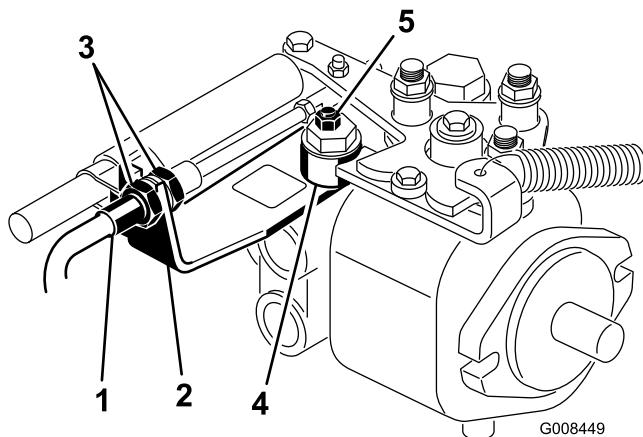

Figura 49
- A. Afloje las dos contratuerças que fijan el cable de control de tracción a la mampara del hidrostato (Figura 49). Asegúrese de aflojar ambas contratuerças uniformemente, y lo suficiente como para permitir el ajuste.
- B. Afloje la tuerca que sujetla el excéntrico a la parte superior del hidrostato (Figura 49).
- D. Gire el excéntrico hasta que no haya movimiento en ningún sentido. Cuando la rueda deje de girar, apriete la tuerca para bloquear el excéntrico y el ajuste (Figura 49). Compruebe el ajuste con el acelerador en las posiciones Lento y Rápido.
- E. Desde cada lado de la mampara, apriete las contratuerças **uniformemente**, fijando el cable de tracción a la mampara (Figura 49). No tuerza el cable.